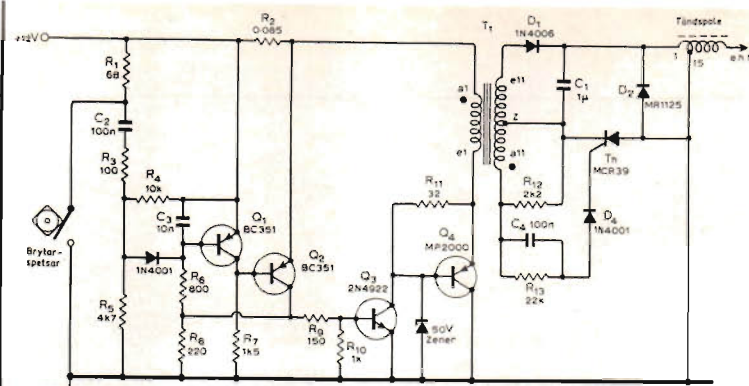

Fig 5. Principschema för kondensatorntändning som alltid lämnar konstant energi till tändspolen oberoende av varvtal och batterispänning (inom vissa gränser).
Fig 5 visar ett schema över en kondensatortändning som tidigare beskrivits i RT (2). Fördelen med denna koppling är bl a att man får konstant energi till tändspolen, oberoende av motorns varvtal och batterispänning (inom vissa gränser).